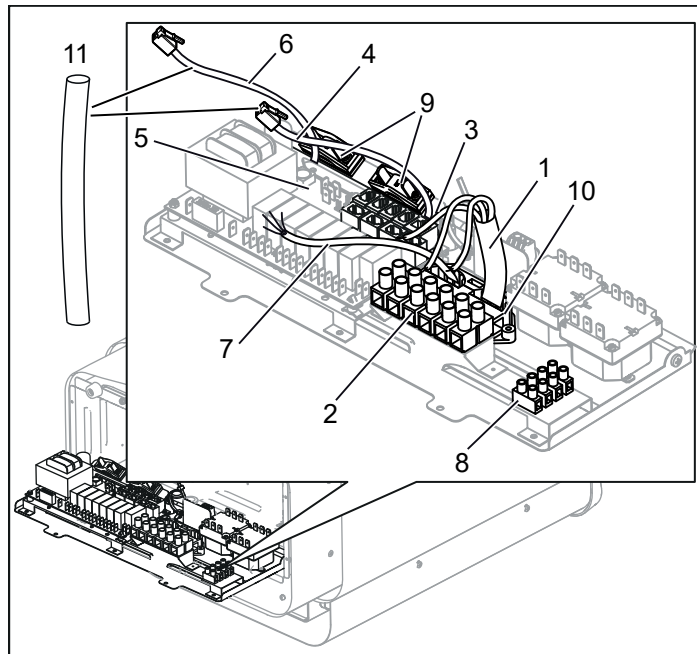
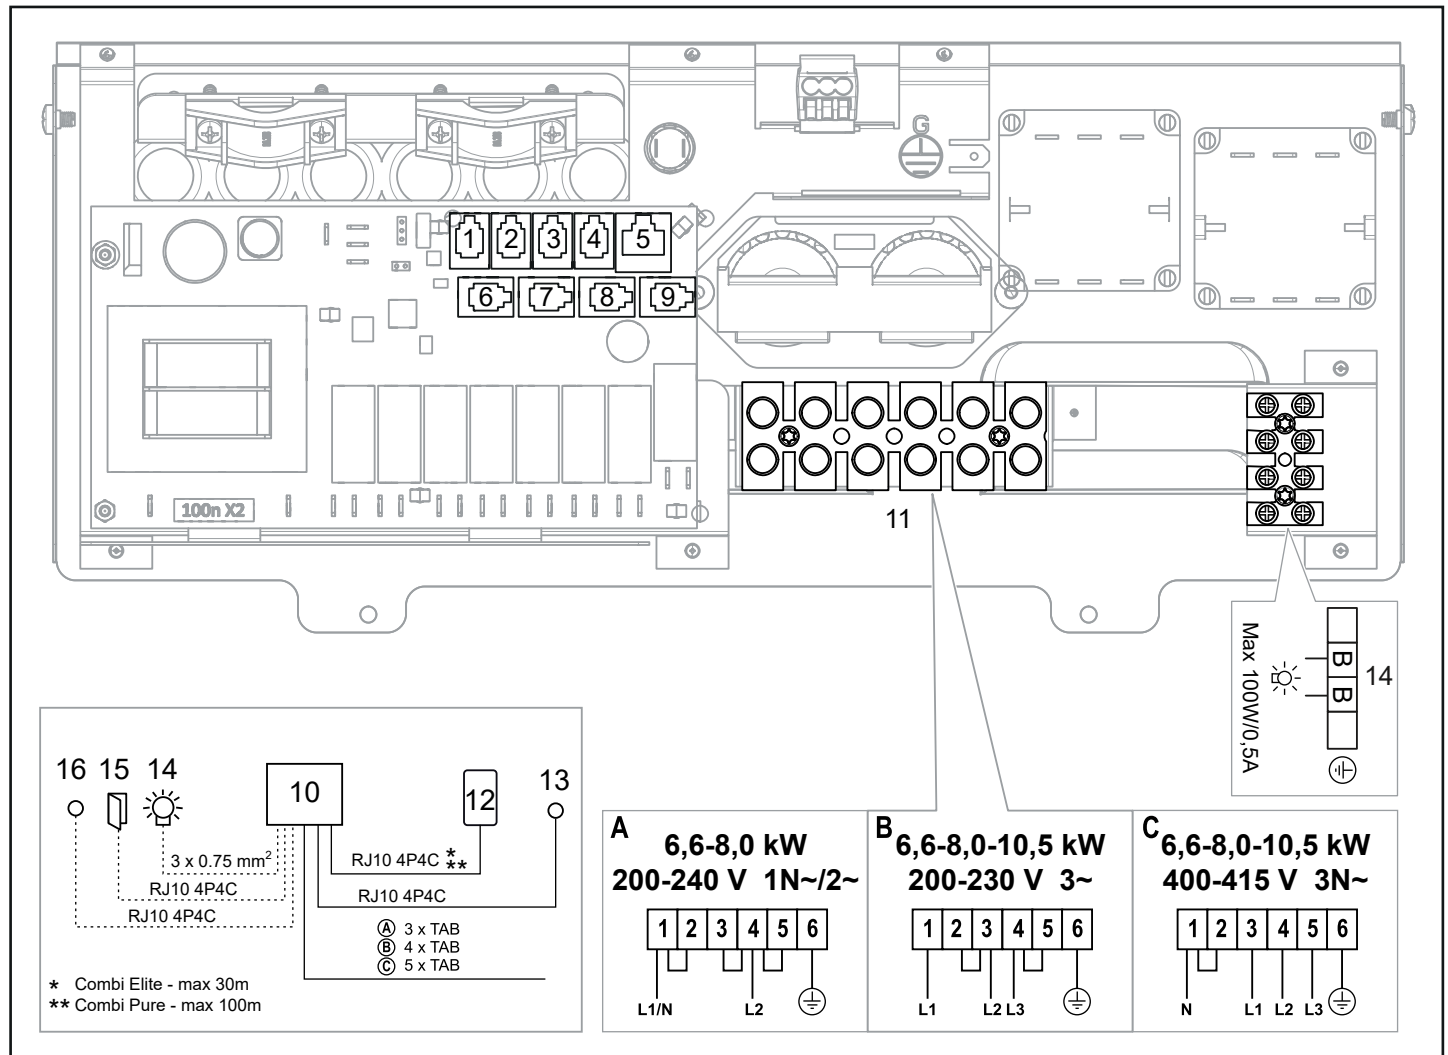

Рисунок 10: Монтажная плата
Рисунок 17: Схема соединений
4. Подключите электрический кабель (1) к клемме (2) (см. Рисунок 10) согласно схеме соединений (см. раздел Подключение/Схема соединений, страница 39).
5. Проведите кабель для панели управления и датчика температуры через проходные кабельные втулки (3). Подключите кабель панели управления (4) к одному из четырех контактов RS485 (позиции 6-9) (см. Рисунок 10) согласно схеме соединений (см. раздел Подключение/схема соединений).
6. **Combi Pure:** Подключите кабель датчика (6) к контакту NTC на монтажной плате (позиция 1) (5) согласно схеме соединений (см. раздел Подключение/схема соединений, страница 39).
7. Подключите кабель освещения (если таковой имеется) (7), см. Рисунок 10, к клемме (8) согласно схеме соединений, Рисунок 17.